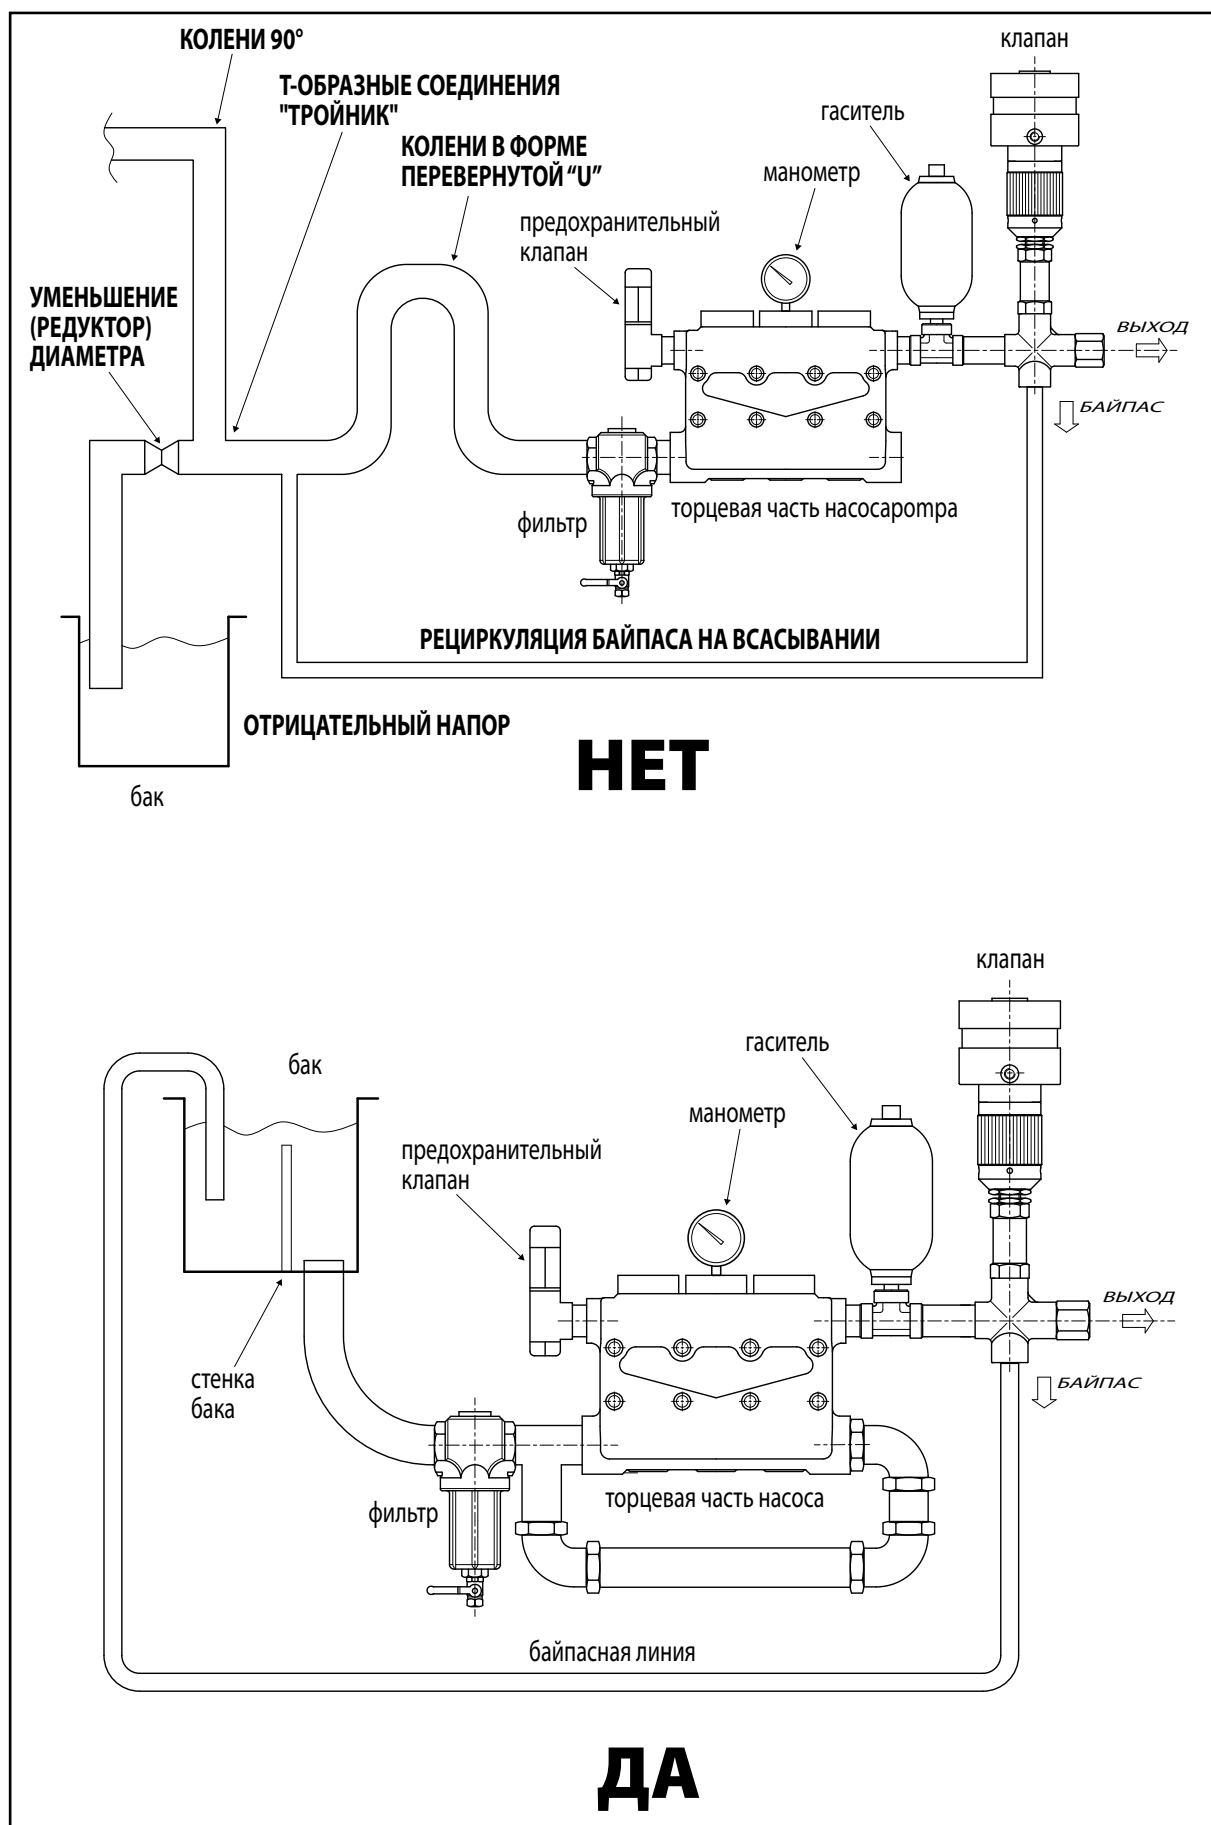

Рис. 2
Для выполнения гидравлических соединений на всасывании, на подаче и байпасе см. Рис. 2, где представлено схематическое изображение возможной установки насоса.
- На всасывании насоса нужно избегать сужений, обратных уклонов и колен в форме перевернутого "U". Следует убедиться, что установка позволяет избежать слива труб всасывания при остановке насоса (см. также Рис. 2).